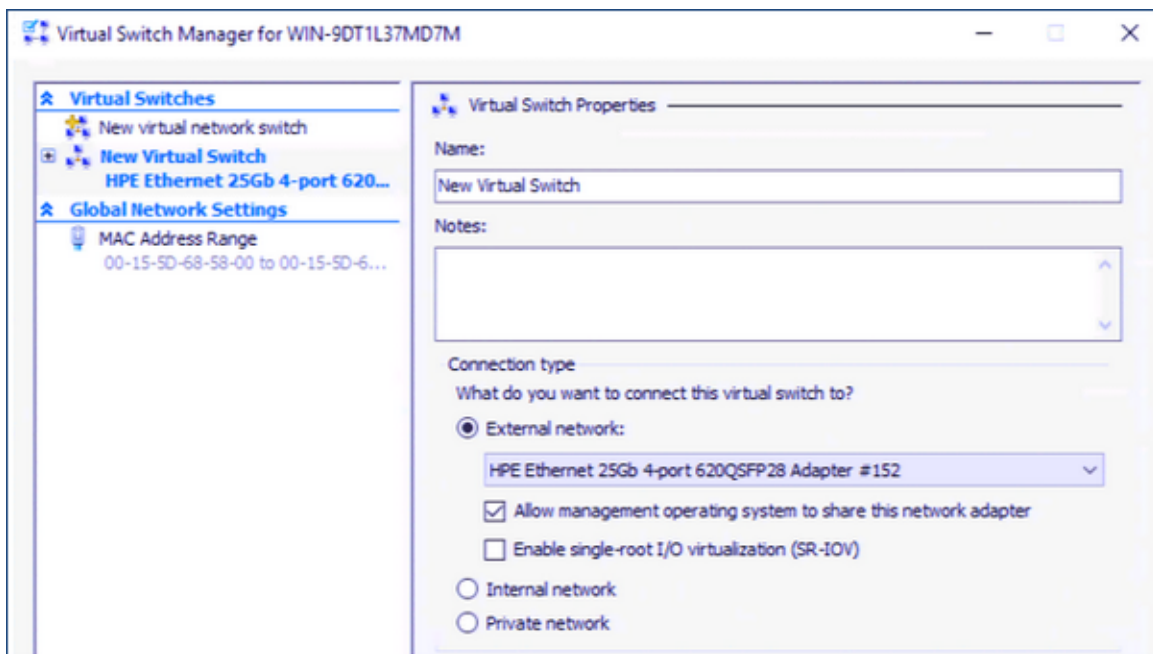

Figura 9-1. Activación de RDMA en NIC virtual de host
2. Haga clic en **Virtual Switch Manager** (Administrador de conmutadores virtuales) (consulte la Figura 9-1).